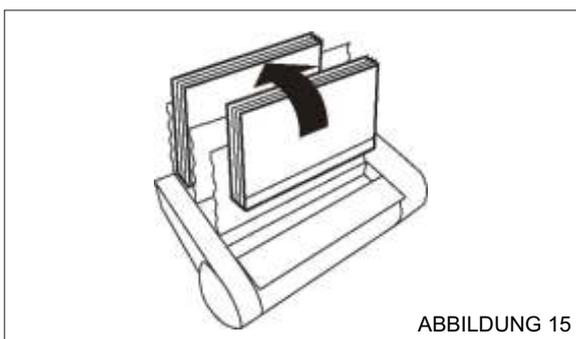

ABBILDUNG 15
7. Wenn die Meldung "BUCH ENTNEHMEN" in der Anzeige erscheint, nehmen Sie das Dokument aus der Bindeöffnung und stellen es gegen eines der hinteren Kühlgitter (siehe Abbildung 15). Lassen Sie es nun zwei bis drei Minuten abkühlen.